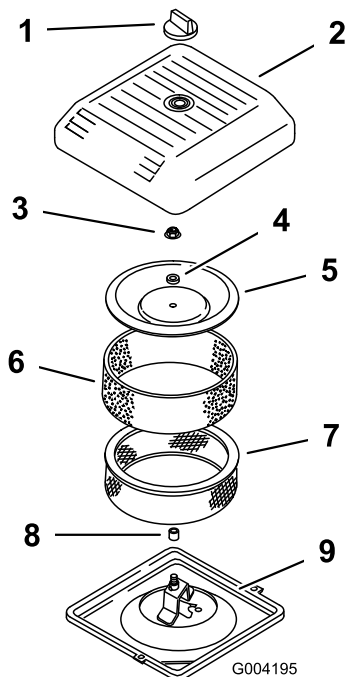

Figura 14
2. Desaperte o botão e retire a cobertura do filtro de ar (Figura 14).
3. Faça deslizar cuidadosamente o filtro prévio de esponja do elemento de papel (Figura 14).
4. Desaperte a porca da cobertura e retire a cobertura, o espaçador e o filtro de papel (Figura 14).
2. Coloque a estrutura do filtro do ar na base do filtro do ar (Figura 14).
3. Coloque a cobertura, o espaçador e aperte com a porca da cobertura (Figura 14). Aperte as porcas a 11 Nm.
4. Coloque a cobertura do filtro de ar e fixe-a com o botão (Figura 14).